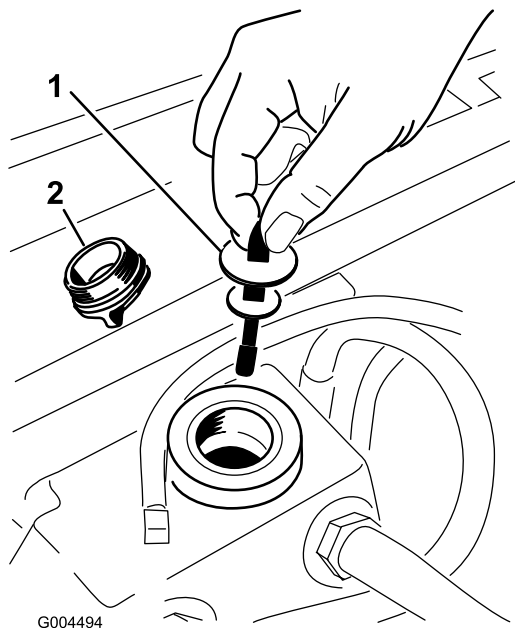

Figura 60
5. Retire o tampão de enchimento hidráulico do tubo de enchimento (Figura 60).
6. Retire a vareta e limpe-a com um pano limpo (Figura 60).
7. Coloque a vareta no tubo de enchimento, retire-a e verifique o nível do fluido (Figura 60).